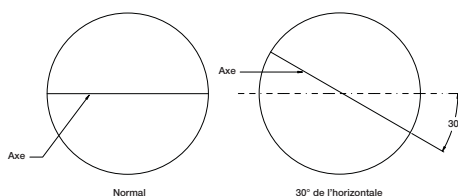

Figure 4 — Orientation du clapet rond
**REMARQUE :** Pour fonctionner correctement, l'axe de clapet du registre rond doit être à moins de 30° de l'horizontale. Voir la Figure 4.